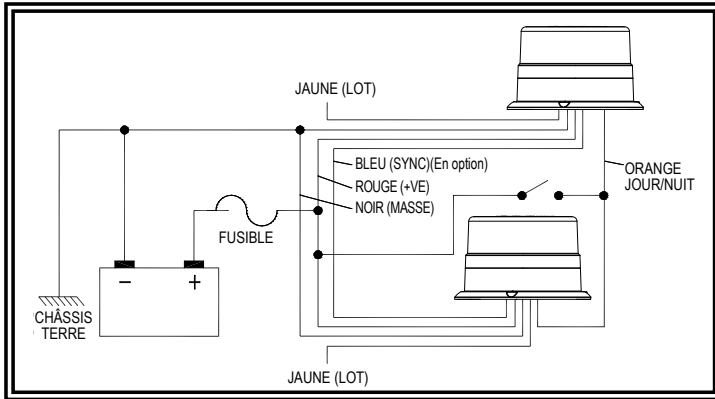

Figure 3
5. Reliez les câbles d'alimentation comme indiqué dans la section sur le câblage (voir figure 3).
Le raccordement de cette configuration est tel que présenté dans la figure 3 ci-dessous. Tous les câblages doivent être d'un minimum de 18 AWG. La ligne positive doit disposer d'un fusible 5 ampères, tel que décrit. Il est possible d'employer un interrupteur pour contrôler la fonction d'allumage et d'arrêt.